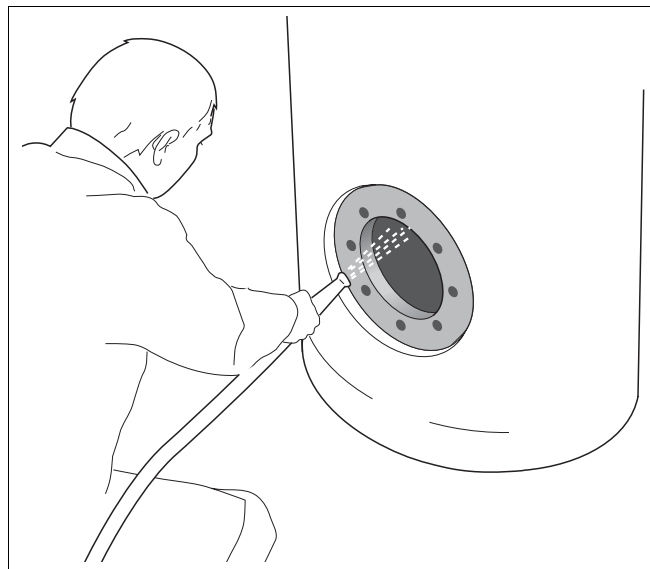

Рис. 11 Промывка бака-водонагревателя
- Промыть бак внутри "острой" струей холодной воды (с избыточным давлением около 4 – 5 бар) (рис. 11).